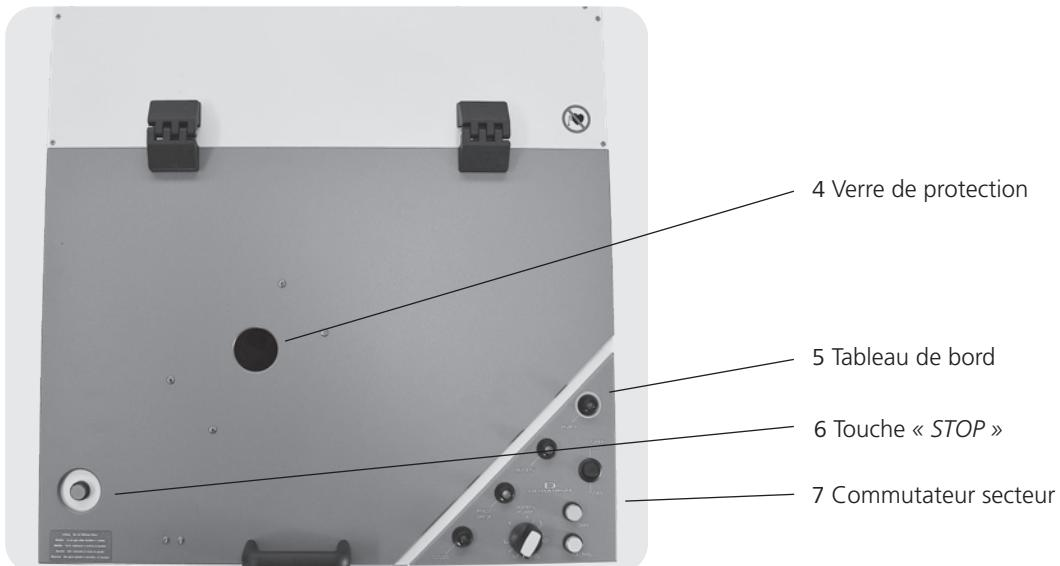

Fig. 2 : vue de haut
- Le processus de fusion peut commencer dès la fermeture du couvercle et peut être observé à travers un œilleton intégré dans le couvercle (fig. 2, pos. 4).
- Allumer l'appareil en actionnant le commutateur principal (fig. 2, pos. 7).